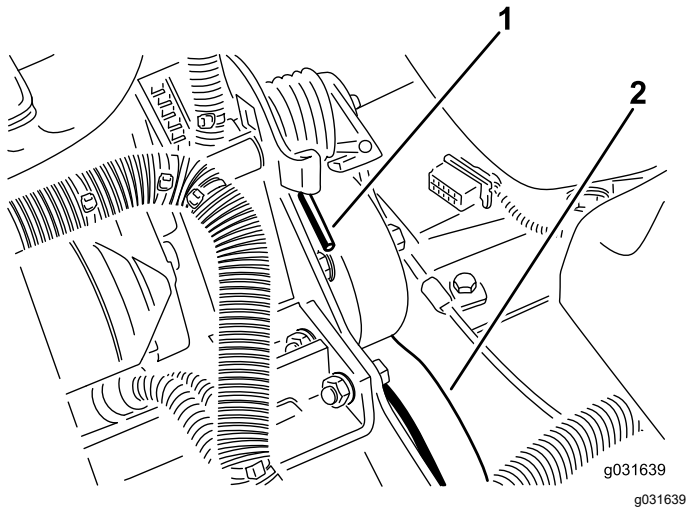

Figure 63
2. Appuyez sur l'extrémité du ressort et poussez-la vers l'avant pour décrocher le ressort du support et le détendre (Figure 63).